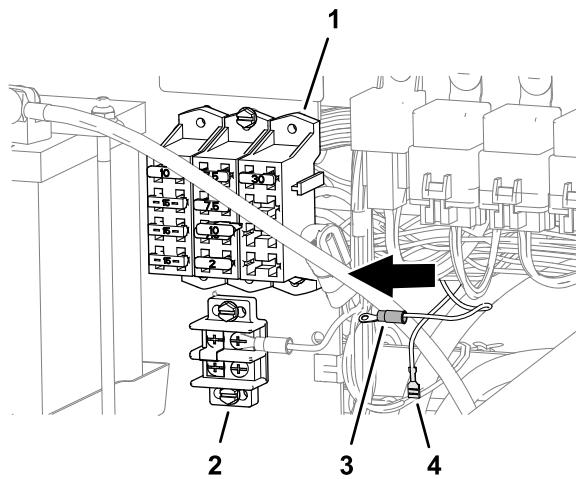

**Figure 49**
3. Au niveau du tube de support d'amortisseur, faites passer le faisceau avant sur la gauche, le long du faisceau du pulvérisateur (Figure 49).